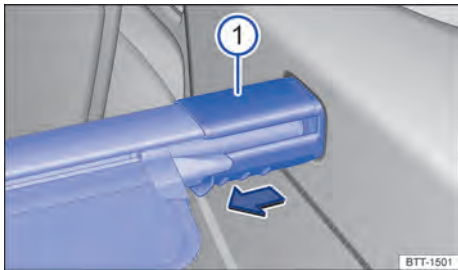

Fig. 188 En el maletero: desmontar la cubierta del maletero.
- Presione el soporte de la cubierta en el sentido de la flecha y manténgalo en esta posición → fig. 188 ①.
- Extraiga la cubierta hacia arriba y suelte el soporte → fig. 188 ①.
- Introduzca el soporte → fig. 188 ① en el alojamiento del guarnecido lateral correspondiente.